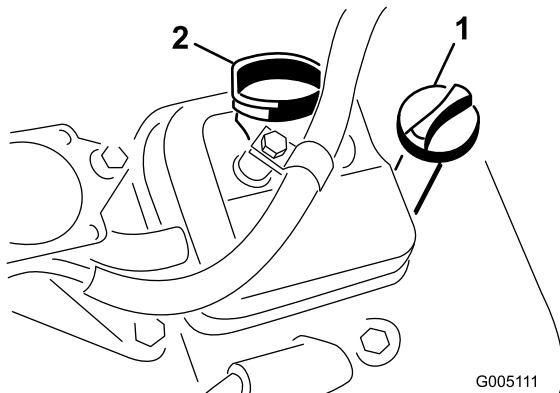

Figura 24
2. Svitare l'asta di livello e asciugatela con un panno pulito. Avvitare l'asta di livello nel relativo tubo e assicuratevi che sia fissata saldamente (Figura 24).